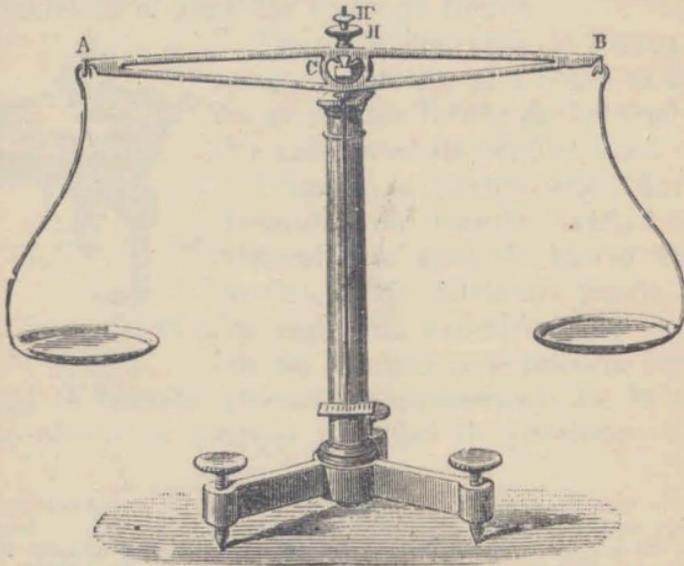

Fig. 23. — Balanza.
66. Descripción. — *La balanza (fig. 23) es un instrumento que sirve para determinar el peso relativo de los cuer-*